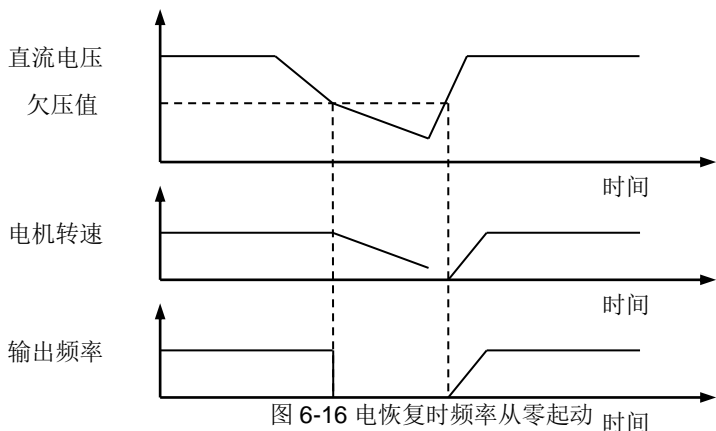

图 6-16 电恢复时频率从零起动
- 1: 复电后, 当变频器检测到直流母线电压高于欠压保护值后, 输出频率将从 0Hz 加速到设定频率。如图 6-16 所示。